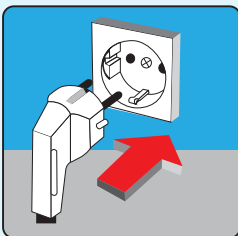

РИСУНОК 11
- Подключите устройство в розетку, с переменным током 220-240 в/50 Гц, установленную согласно правилам. (Рисунок 11)